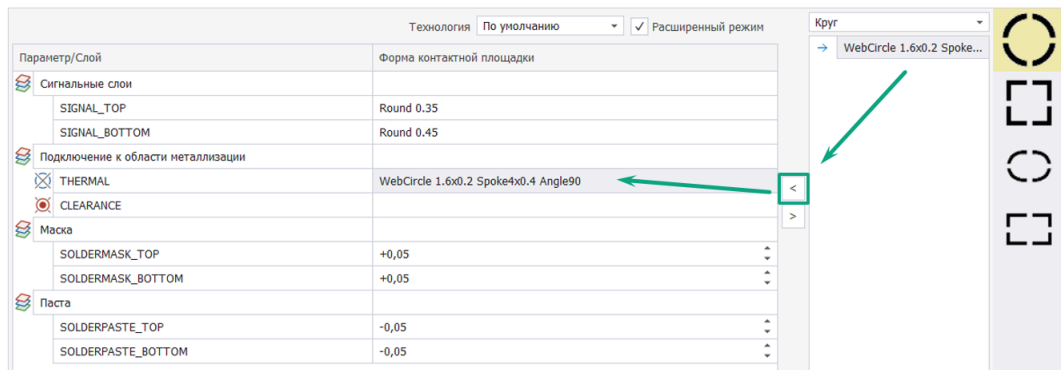

Рис. 64 Добавление формы термобарьера на слой контактной площадки
- Добавить сформированную форму термобарьера в параметр «THERMAL», нажав , см. Рис. 64.